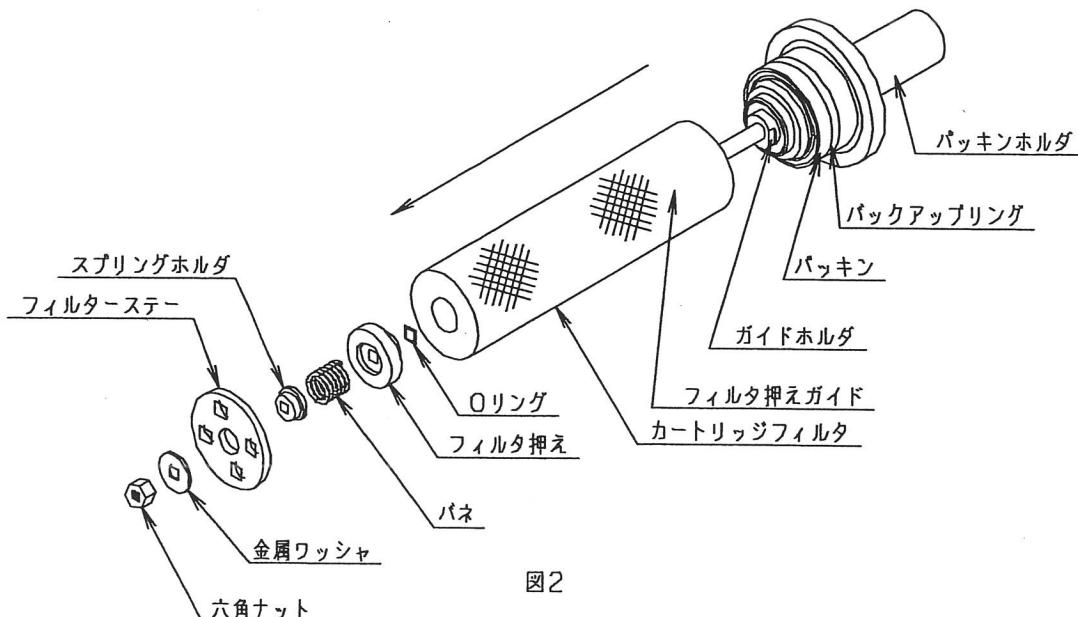

図2
- ③オイルキャップにM5のボルトを2本ねじ込み、本体からオイルダンパ部を引抜きます。(図2)
- ④本体の中のディスタンスリングを外しますと、バルブがバルブシートの上にあり容易に外せます。バルブシートもM5のボルトを2本ねじ込み引上げて外します。(図2)
- ③バルブを交換する場合は、ピストンケース内のC型止め輪を外しバルブを外してください。（図2）
③ パッキンホルダ押えのOリング、パッキンホルダのOリング・パッキン・バックアップリングを外します。
④ 取外した部品は、きれいに洗浄し、摩耗・破損等を確認してください。
⑤ フィルタを交換する場合は、フィルタを押さえている六角ナット(M10)を緩め交換してください。組付時の締付トルクは、26N·mです。（図2）